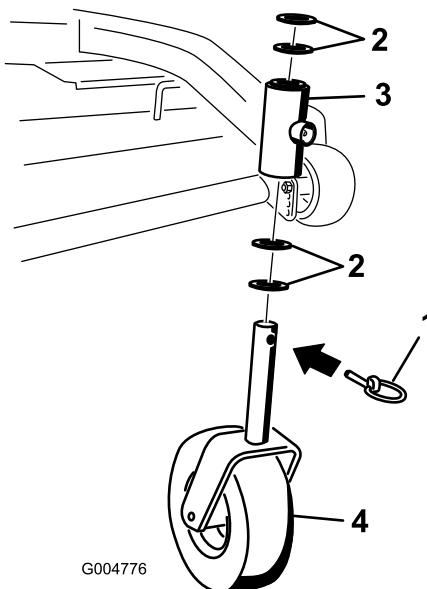

Figure 57
2. Enlevez la goupille de sécurité et la ou les entretoise(s) du haut de la chape de la roue pivotante (Figure 57).
6. Vérifiez l'usure de la chape de la roue pivotante et remplacez-la le cas échéant (Figure 57).
7. Insérez la chape dans les bagues à l'intérieur du tube de montage. Replacez la ou les entretoise(s) sur la chape et fixez-les avec la bague de retenue (Figure 57).